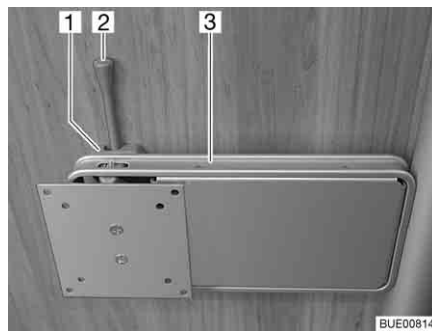

Fig. 97 Fijación en la columna
- Empujar la palanca de desbloqueo (Fig. 97,2) hacia el lado y girar el soporte (Fig. 97,3) junto con la pantalla plana a la posición deseada.
- Girar la pantalla plana hacia la posición inicial hasta que el soporte (Fig. 97,3) engatille en el bloqueo (Fig. 97,1).